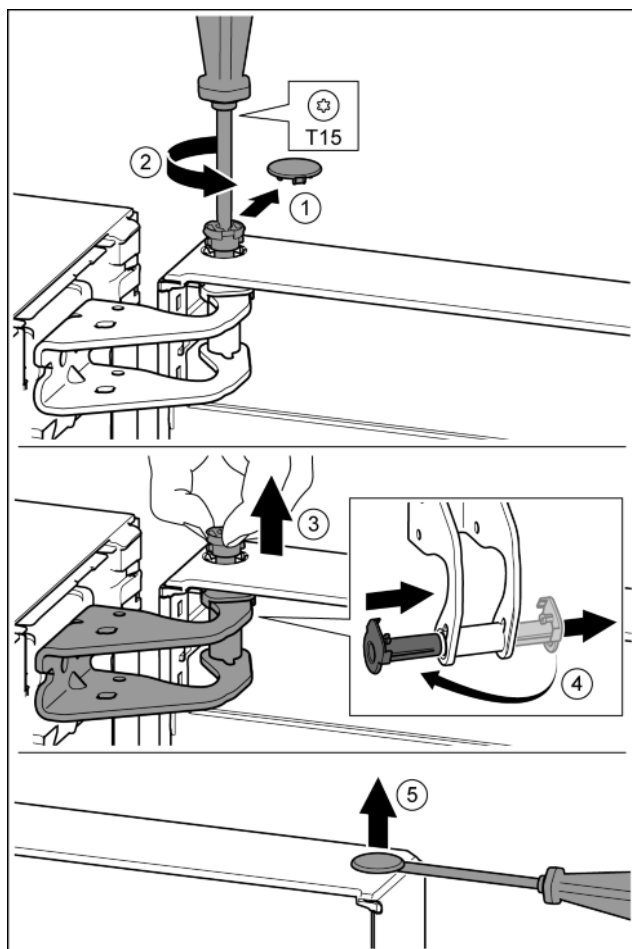

Fig. 10
- ▶ Ostrożnie zdjąć osłonę zabezpieczającą. Fig. 10 (1)
- ▶ Sworzeń wykręcić nieco przy pomocy śrubokręta T15. Fig. 10 (2)
- ▶ Przytrzymać drzwi i wyjąć sworzeń palcami. Fig. 10 (3)
- ▶ Tuleję łożyskową wyjąć z prowadnicy. Założyć z drugiej strony i zazębnić. Fig. 10 (4)
- ▶ Zatyckę ostrożnie podważyć przy pomocy śrubokręta i wyjąć z tulei łożyskowej drzwi. Fig. 10 (5)